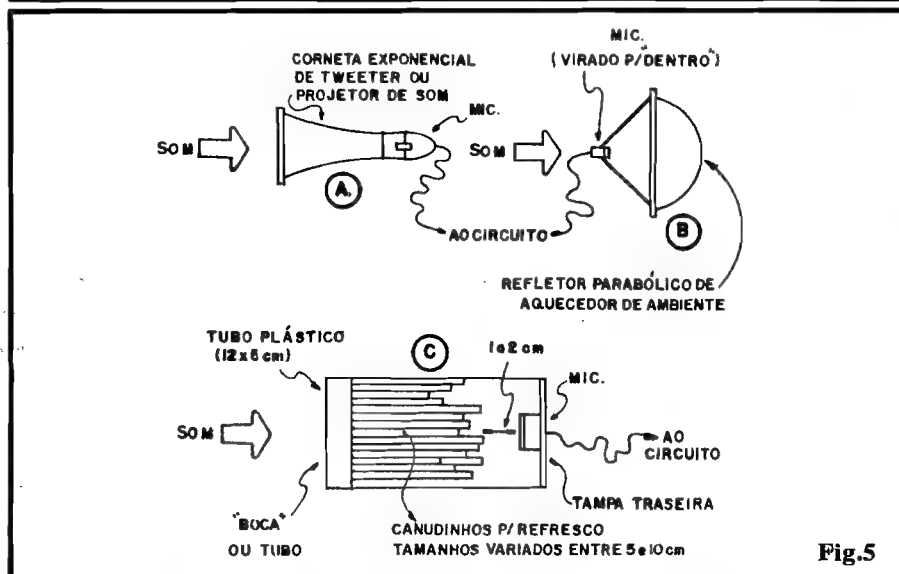

Fig. 5
O MAME, contudo, permite interessantes adaptações para audição remota "sem fio", no sistema de "telescópio acústico" (que perdoem os puristas da física e da semântica...). Para tanto, basta acoplar sistemas de concentração, ressonância ou direcionamento do som recebido pelo microfone, conforme sugerem as idéias mostradas na fig. 5. Vamos analisá-las:
- 5-C - Um sistema sofisticado (em termos acústicos), porém de fácil implementação, constitui um "ressonador", formado por tubo (ao qual o microfone vai adaptado) contendo muitos tubinhos de comprimentos diferentes, com o que cada tubo estará "sintonizado" numa frequência de áudio, promovendo um certo reforço por "ressonância" no som recebido, além de incrementar a diretividade do sistema! A solução mostrada da fig. 5-C é básica, mas muitos outros materiais podem ser utilizados. Em qualquer caso, a cápsula do microfone **não pode** tocar a extremidade traseira do conjunto de tubos, devendo ser guardado um espaço, para perfeito funcionamento e bom aproveitamento do efeito de "ressonância". Conjuntos bem maiores do que o sugerido também podem ser construídos, usando-se, na ressonância, muitos tubos de alumínio finos (do tipo utilizado na construção de antenas domésticas de TV, por exemplo), com comprimentos escalonados desde cerca de 1 metro até poucos centímetros, firmemente juntados com bracheiras e acoplados a um funil, na traseira, ao "fundo" do qual o eletreto pode ser fixado. Quanto